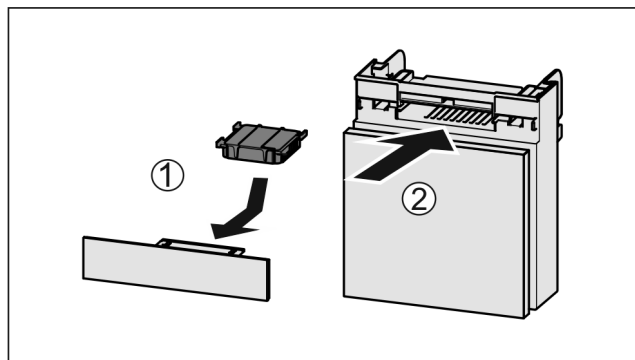

Fig. 226
- Umetnite filtara s aktivnim ugljenom kao što je prikazano na slici Fig. 226 (1).
- Umetnite pretinac Fig. 226 (2).